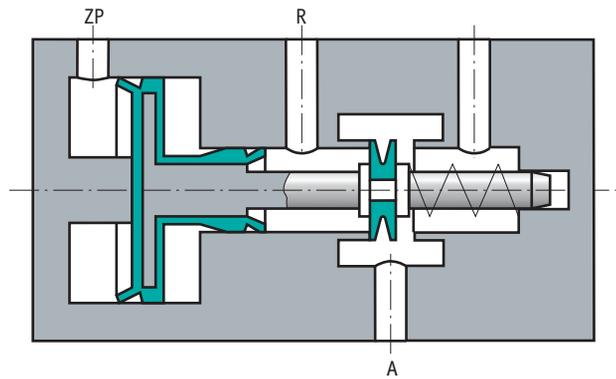

FIGURA 6. Distribuidor neumático 3/2.
- La válvula de paso de la Figura 6 está provista de dos elementos estanqueizantes de doble efecto: un émbolo diferencial y un anillo U. El émbolo diferencial se compone de un cuerpo base de plástico recubierto de un elastómero inyectado.